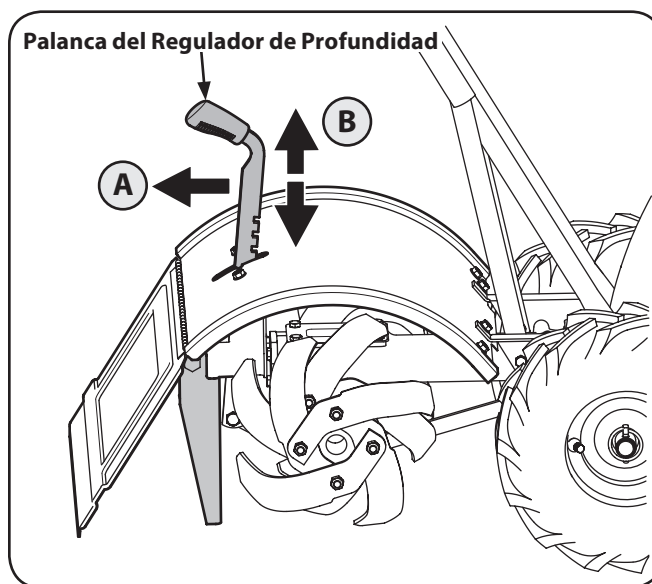

Figura 5-1
3. Mueva la palanca del regulador de profundidad totalmente hacia abajo a la posición "de desplazamiento", de modo que los dientes estén separados del suelo. Para cambiar el ajuste de profundidad, tire hacia atrás la palanca del regulador de profundidad (A) y coloque hacia arriba o hacia abajo (B), luego libere la palanca (C) para asegurar en la posición deseada. Vea la Figura 5-1.